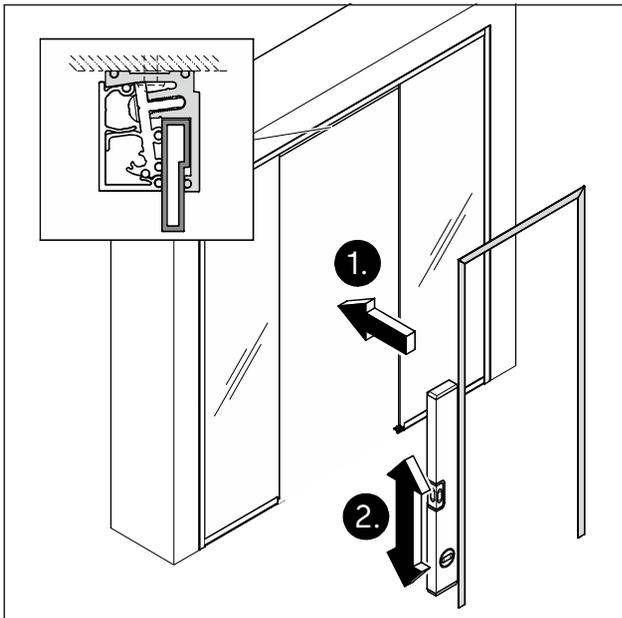

Abb. 31 Das Grundprofil für die Zarge von der Bandgegenseite in die Durchgangsöffnung stellen
1. Das Grundprofil für die Zarge von der Bandgegenseite in die Durchgangsöffnung stellen (Abb. 31).